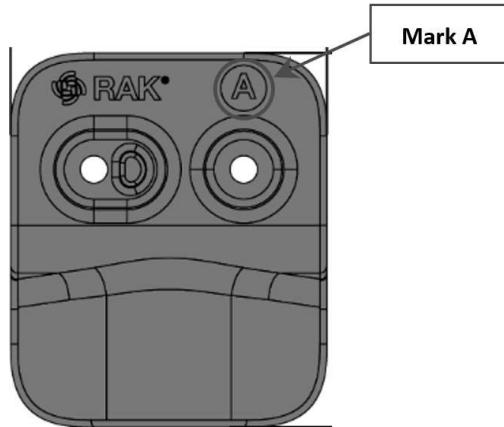

Abbildung 14: Mit dem Buchstaben A gekennzeichnetes Befestigungszubehör
1. Für die vertikale Mastmontage verwenden Sie zwei (2) Befestigungszubehörteile, die mit dem Buchstaben A gekennzeichnet sind, wie in Abbildung 14 dargestellt.